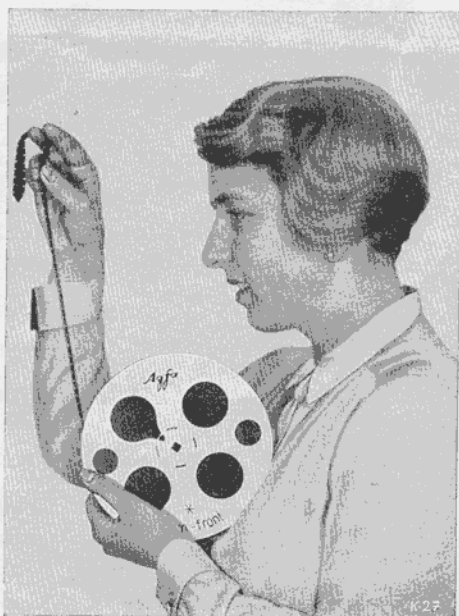

Abb. 3
- c) **Richtigen Wicklungssinn des Films feststellen.** Die Bildchen müssen aufrecht und seitenrichtig erscheinen, wenn man den Film so wie in Abbildung 3 betrachtet.